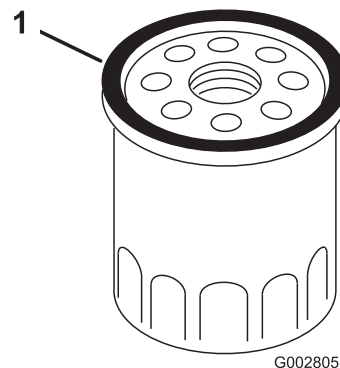

Bild 31
7. Schmieren Sie mit dem Finger etwas Öl auf die Dichtung am neuen Filter (Bild 31).